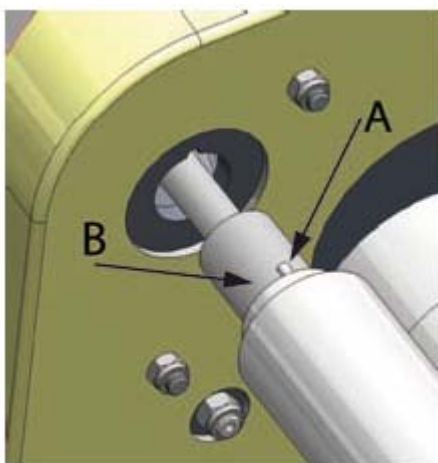

Figura 64. Guida del cilindro
2. Accertarsi che la guida sia in posizione (figura 64, punto A).
3. Mettere componente sigillante nel punto B, come indicato in figura 64 in modo che vada a sigillare la boccia.